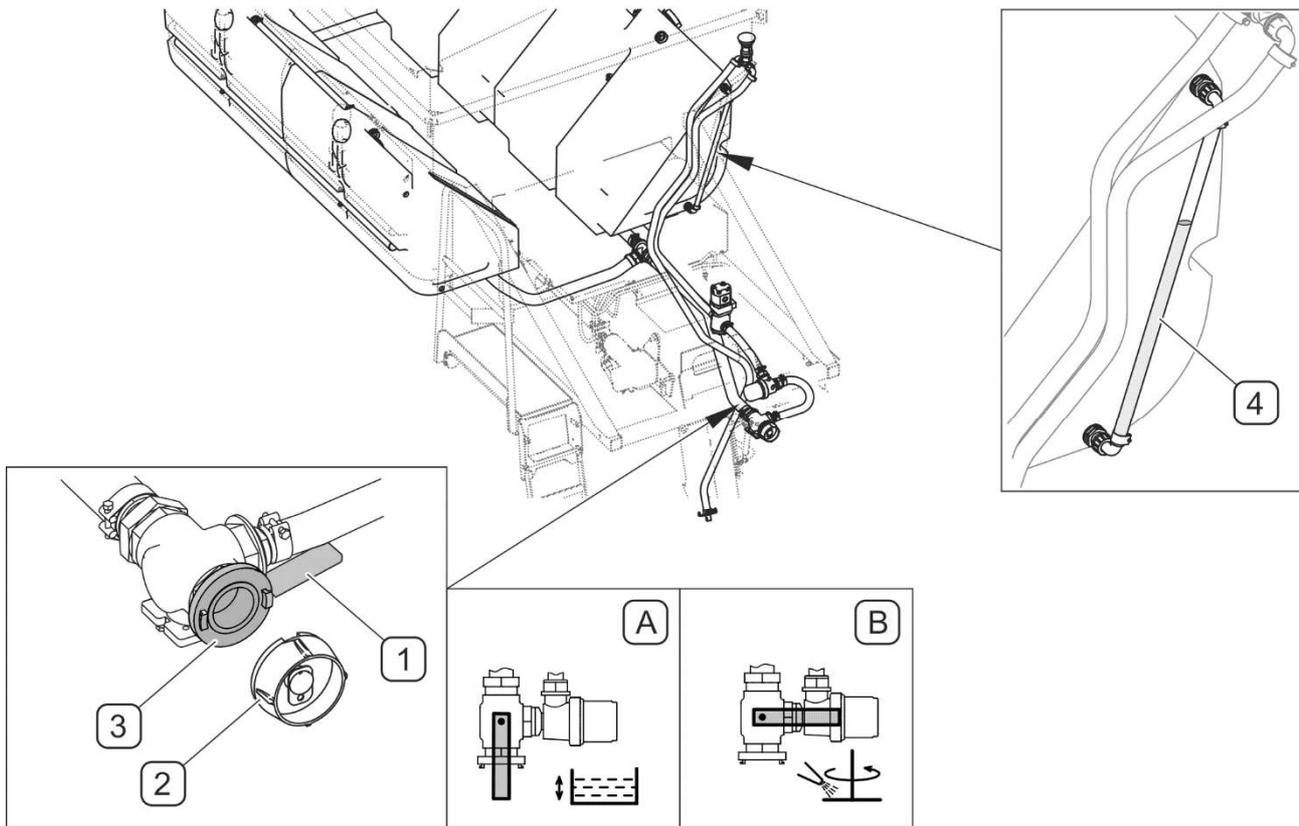

ABBILDUNG 4.33 Entleeren des Salzlösungsbehälters
Vor dem Abschrauben des Verschlusses (2) muss sichergestellt werden, dass sich der Hebel des Ventils (1) in der Position (B) befindet (ABBILDUNG 4.33).